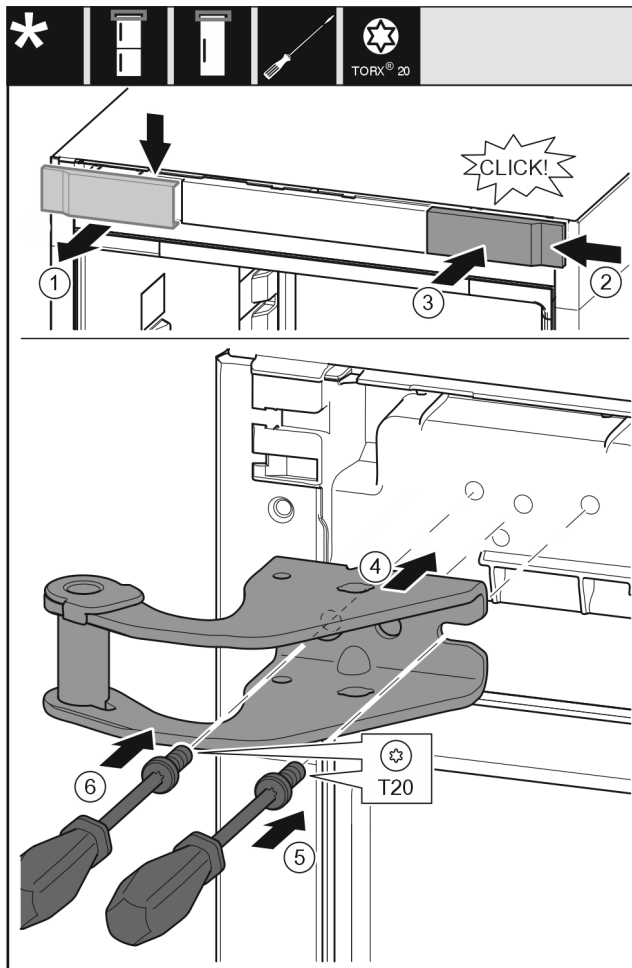

Fig. 13
- ▶ Снимите крышку сверху вперед. Fig. 13 (1)
- ▶ Навесьте крышку, повернув ее на 180°, справа с другой стороны. Fig. 13 (2)
- ▶ Зафиксируйте крышку. Fig. 13 (3)
- ▶ Установите верхний опорный кронштейн. Fig. 13 (4)
- ▶ Установите и затяните винт отверткой T20. Fig. 13 (5)
- ▶ Вставьте и затяните винт отверткой T20. Fig. 13 (6)